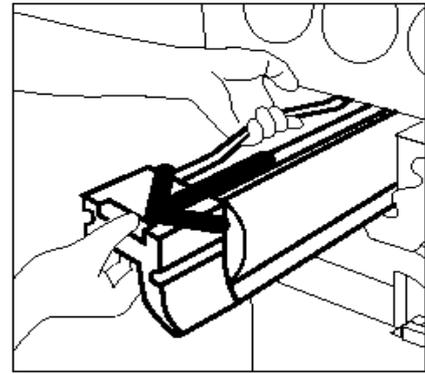

Fig. 30: Estrazione della cartuccia di copiatura/stampa mediante la cinghia
- 3 Con la mano destra, spingere verso l'alto la maniglia di rilascio dorata della cartuccia di copiatura/stampa per sbloccarla, come illustrato in Fig. 30. Estrarre lentamente la cartuccia finché non diventa visibile la cinghia nella parte superiore della cartuccia.
- 4 Tirare la cinghia con la mano sinistra ed estrarla completamente dalla copiatrice/stampante, come illustrato in Fig. 30.